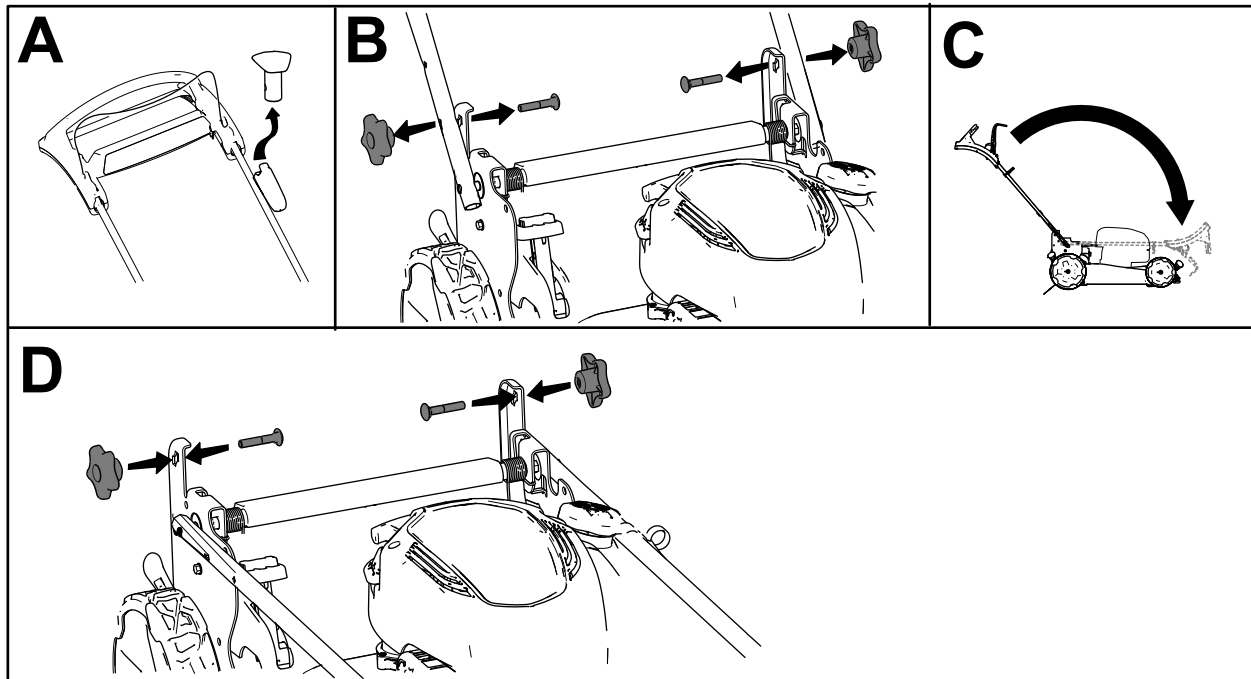

Figura 21
1. Retire el botón de arranque eléctrico (si está instalado) como se muestra en la Figura 21, A.
2. Retire y guarde los 2 pomos del manillar y los 2 pernos de cuello cuadrado de los soportes del manillar (Figura 21, B).
3. Doble el manillar girándolo hacia adelante (Figura 21, C).
4. Sin apretarlos, instale los pomos del manillar y los pernos de cuello cuadrado en los soportes del manillar (Figura 21, D).